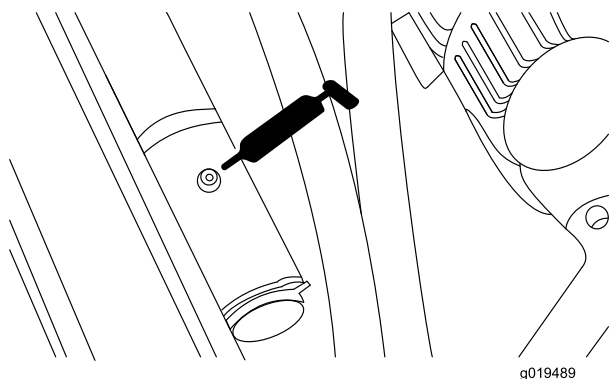

Figura 45
- Spinotto del cilindro di sollevamento posteriore (2) (Figura 45).